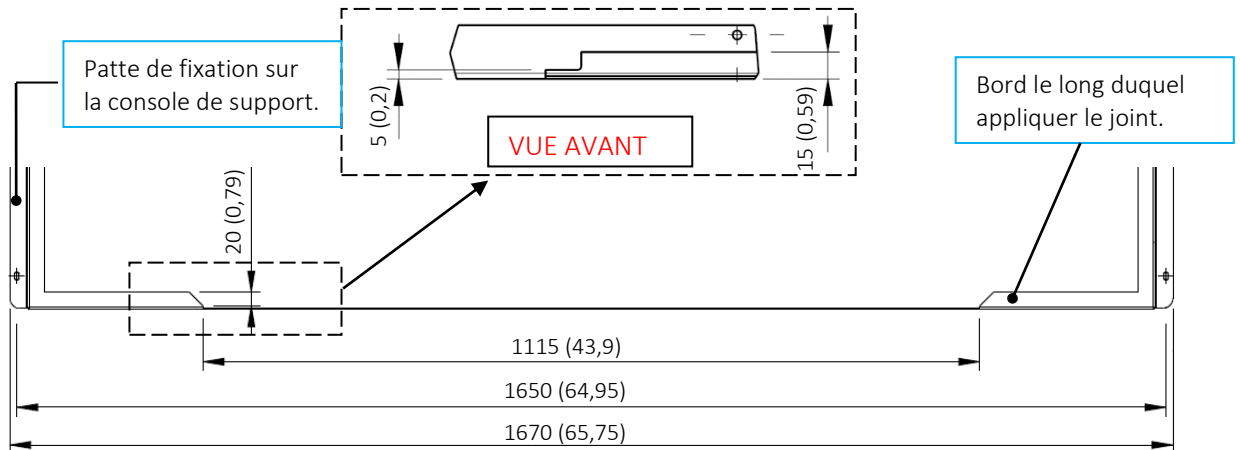
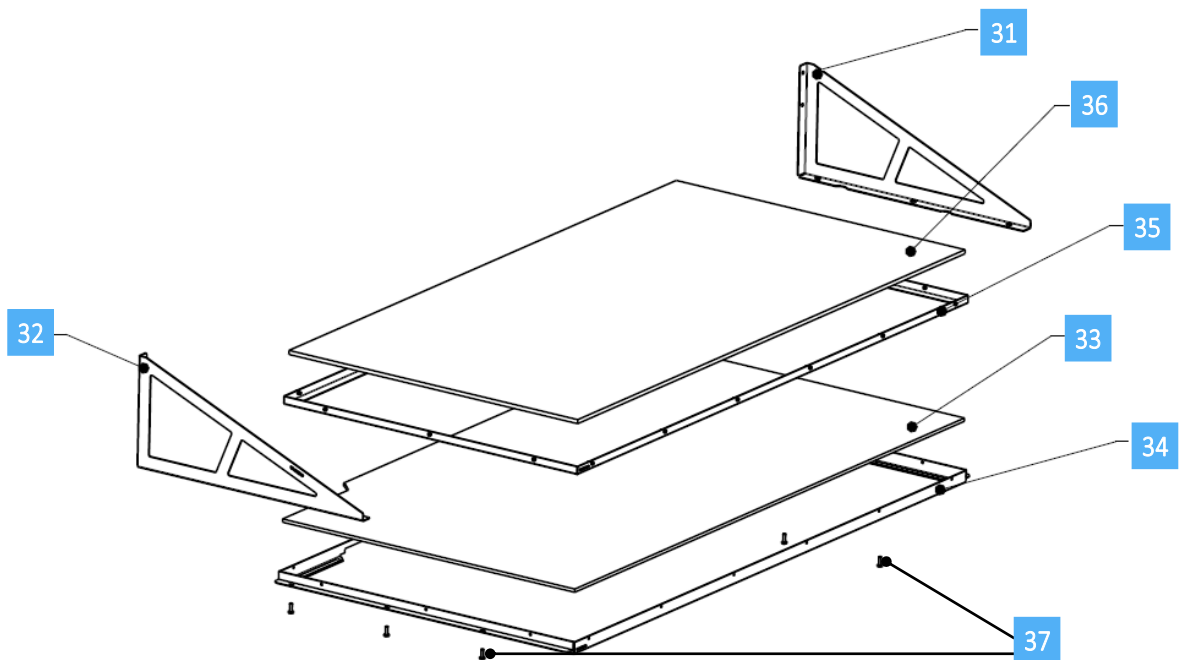
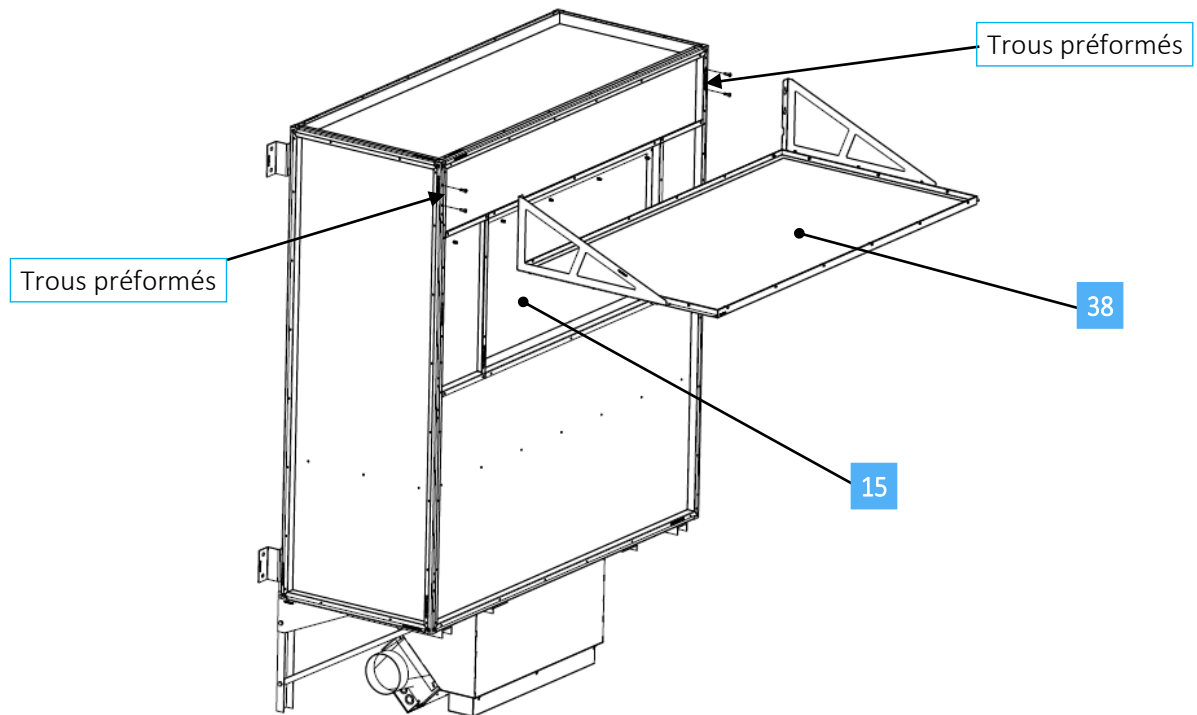

Fig. 35 *Détail du cadre [34]. Détail : couper dans le cadre pour l'insertion du côté saillie du miroir. Dimensions en mm (po)..*
Fig. 36 *Montage de la structure de support du rétroviseur extérieur*
Fig. 37 Montage de l'assemblage de montage du miroir à la dark box.
- 1 Placez le cadre [34] (PN 73-00169-01) sur les supports utilisés pour l'assemblage du joint-boîte noire et de la colle, fourni avec le kit, le long du bord intérieur où il sera couché le miroir (Figure 35). Retirez le cadre [35] (PN 73-00170-01) et appliquez le joint le long de la partie inférieure du bord interne qui appuiera sur le miroir.
- 2 Retirez le miroir en couches [33] (PN 03-00012-01) (son mouvement exige toujours au moins 2 personnes) et le nettoyer comme décrit au paragraphe 5.2. Placer le miroir [33] à l'intérieur du châssis [34] (avec la face réfléchissante vers le bas) en insérant la partie en saillie dans le cadre avec le bord de la pièce manquante (détail sur la figure 35). Insérez le cadre [35] dans le [34], verrouiller le miroir en utilisant les boulons M4 fournis et placez le tapis de protection [36] (PN 73-00171-01) au-dessus.
- 3 Fixer les rabats extérieurs du châssis [34] (figure 35) avec le fond des crochets [31] et [32] à l'aide des vis M6 [37], comme le montre la figure 36 (les ailettes doivent être situées au-dessous des crochets une fois monté). Commencez par entrer les 4 vis M6 fournies dans les trous dans le cadre de la dark-box (Figure 37). Puis ramasser l'ensemble du miroir [38] (au moins 2 personnes), insérer dans des trous dans les crochets [31] et [32], dès que les vis montées sur la dark-box (Figure 37) et serrer. La partie saillante du miroir [33] doit entrer en contact avec le panneau CoeLux® [15] en prenant grand soin de ne pas le rayer.